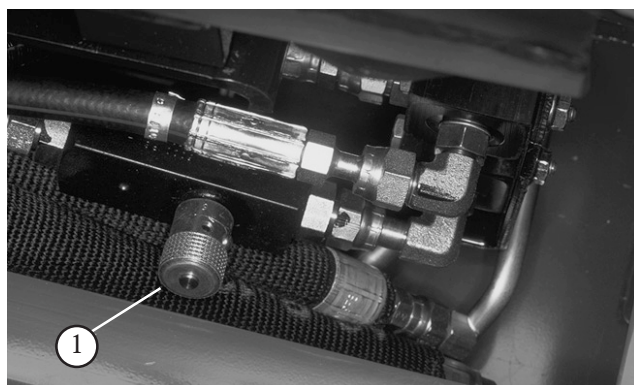

図 64
1. フードを上げ、機体の左側にあるバルブを探し出す (図64)。